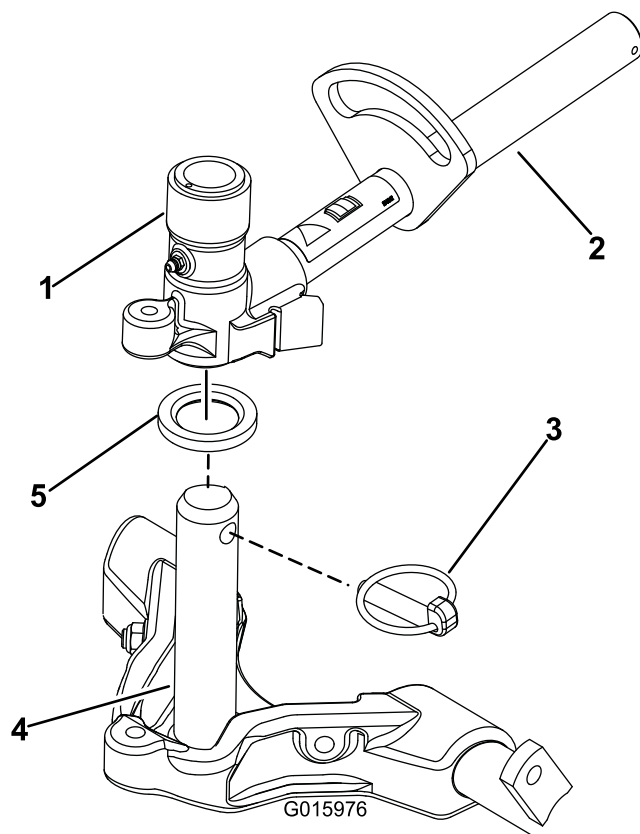

Рисунок 16
9. Нанесите чистую консистентную смазку на ось несущей рамы (Рисунок 16).
10. У передних режущих блоков: задвиньте режущий блок под подъемный рычаг, вставляя при этом ось несущей рамы в находящуюся над ней поворотную втулку подъемного рычага (Рисунок 16).
11. Закрепите ось несущей рамы в поворотной втулке подъемного рычага с помощью шплинта с кольцом (Рисунок 16).
- B. Наденьте втулку подъемного рычага на ось несущей рамы (Рисунок 16).